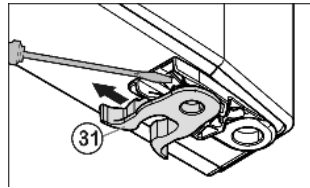

Fig. 6
- ▶ Helyezze át az Fig. 6 (31) rugós szorítóját: Nyomja lefelé a reteszt, felette húzza el a rugós szorítót.